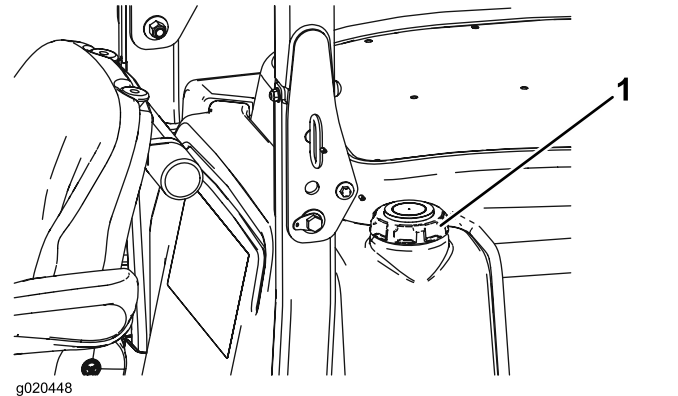

Figure 13
- Retirez le bouchon du réservoir de carburant (Figure 13).